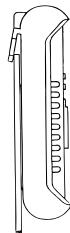

Рис. 6.4
- Закреплять мультиметр на вертикальной поверхности во время работы и/или хранения (рис. 6.4).